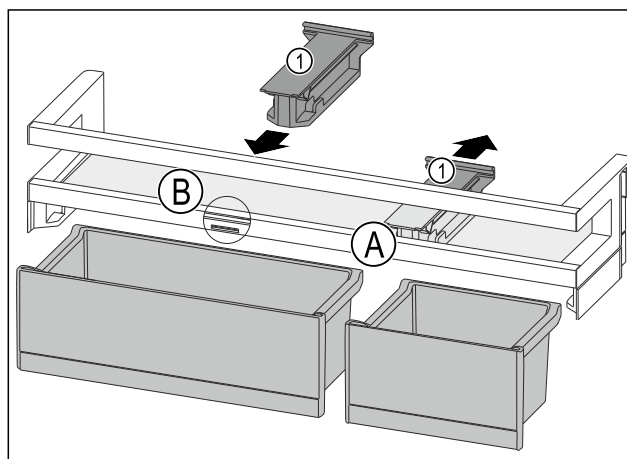

Fig. 148
- Halteteil Fig. 148 (1) in Position Fig. 148 (A) nach hinten abziehen.
- Halteteil Fig. 148 (1) in Position Fig. 148 (B) einsetzen.